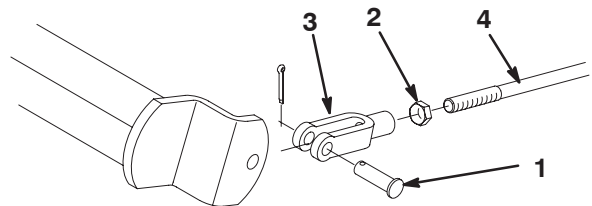

Figure 49
2. Desserrez l'écrou de blocage et réglez la chape comme il convient (Fig. 49).
3. Montez la chape sur l'arbre de frein (Fig. 49).